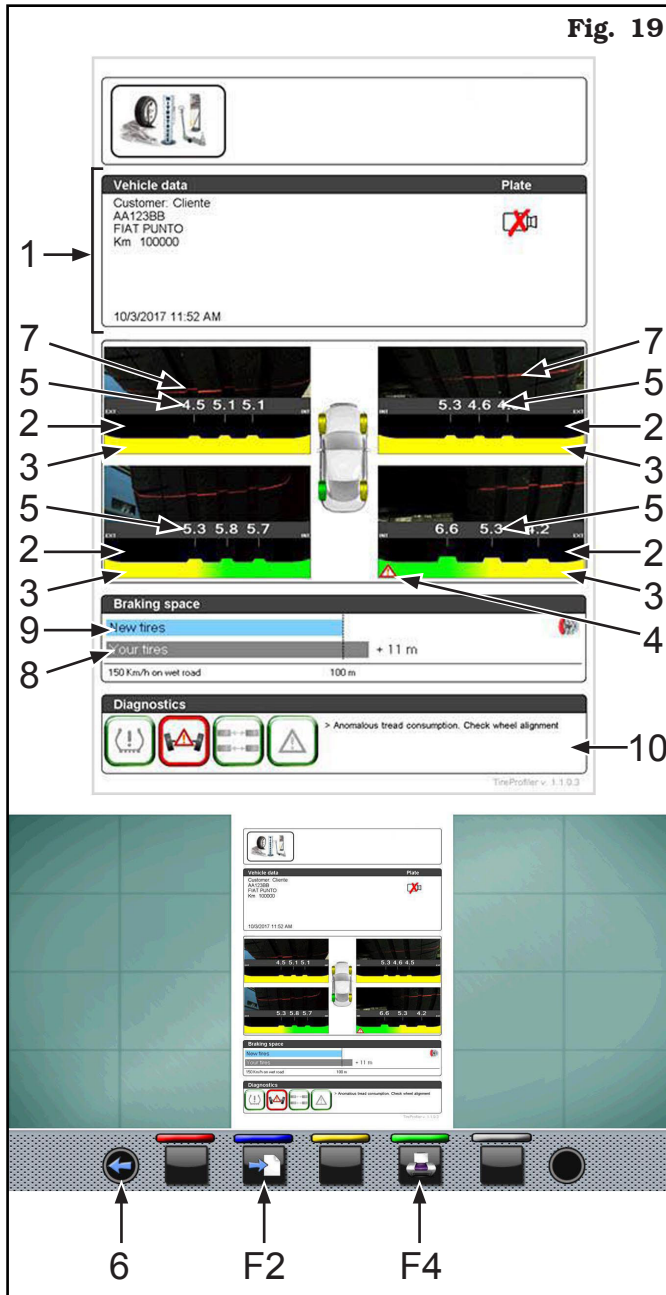

Fig. 19
Presionando la tecla "F4" (véase **Fig. 18**) en el vídeo aparece la página para la impresión completa (véase **Fig. 19**).
La página de la impresión completa de la prueba ilustra los datos del cliente y de la máquina objeto de la prueba (**Fig. 19 ref. 1**) además de la imagen gráfica de la detección efectuada en los 4 neumáticos (**Fig. 19 ref. 2**). Las fajas coloradas ilustradas debajo del perfil de la banda de rodadura (**Fig. 19 ref. 3**) indican el estado de desgaste de la banda misma y más exactamente:
(**Fig. 19 ref. 4**) en el neumático relativo.
Los valores numéricos (**Fig. 19 ref. 5**) que figuran en el perfil de la banda de rodadura indican la profundidad en “mm” de la banda misma en ese punto. Las abreviaciones “EXT” y “INT” visualizadas y la imagen indican respectivamente la parte externa e interna del neumático visualizado.
Además, la página de impresión completa de la prueba ilustra también la fotografía del neumático en el punto de trabajo del láser (**Fig. 19 ref. 7**), el espacio de frenado que se estima necesario para pararse a 150 km/h con el asfalto mojado con neumáticos desgastados (**Fig. 19 ref. 8**), la confrontación con el espacio de frenado con neumáticos nuevos (**Fig. 19 ref. 9**) y la visualización/descripción de las anomalías detectadas durante el escaneo (**Fig. 19 ref. 10**).
Presionando la tecla “ESC”  (**Fig. 19 ref. 6**) se vuelve a la página precedente. Presionar repetidamente para volver a la página inicial.